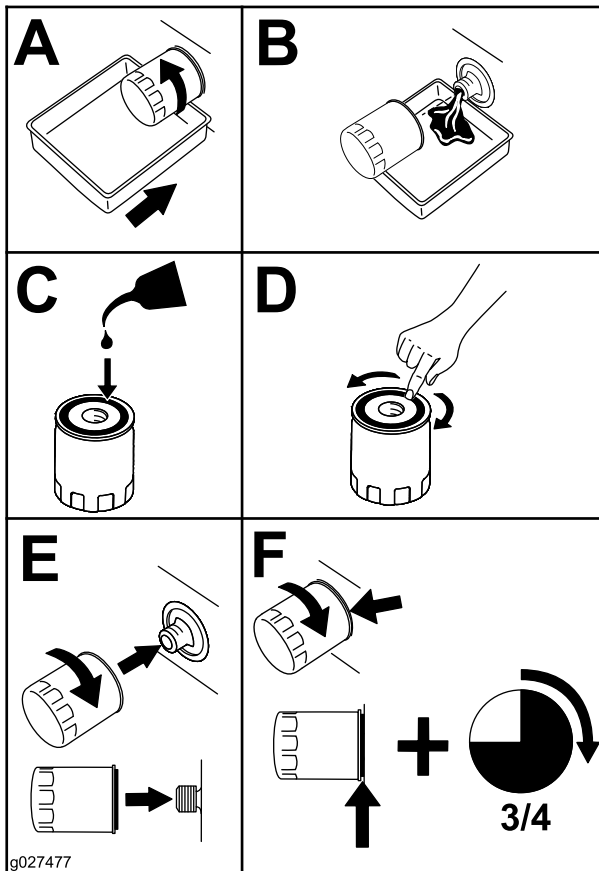

Figura 43
4. Sustituya el filtro de aceite del motor (Figura 43).